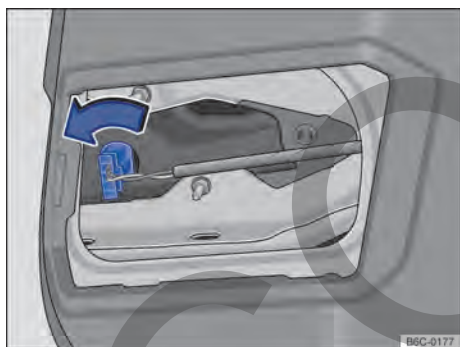

Fig. 168 En la tapa trasera: desinstalar el portalámparas.
- 4 Girar el portalámparas → fig. 168 hasta el tope en sentido antihorario y desengancharlo del alojamiento.